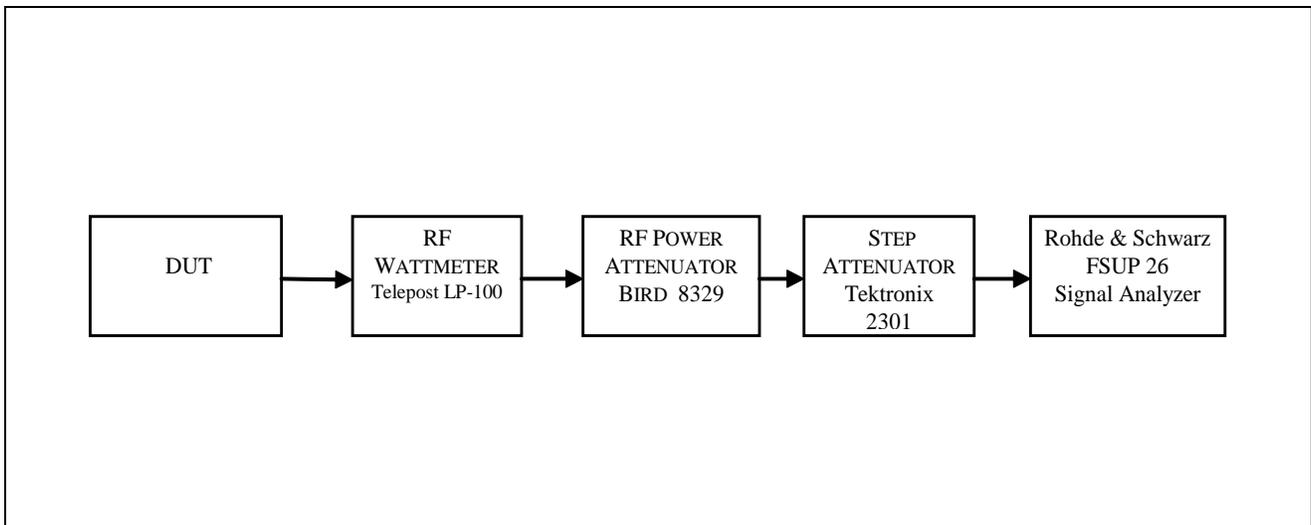

Fig. 4-11 — Phase Noise Test Hook-up
4.11.2 Test Hook-up (See Fig. 4-11).